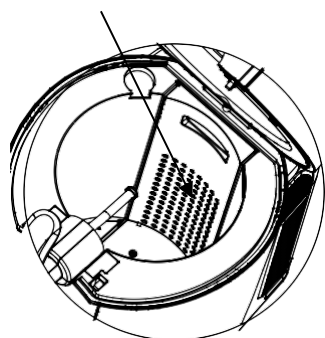

Figura 5
5. Coloque 800 mL de agua en la cavidad de enfriamiento o vierta agua hasta la marca máxima (como se muestra en la Figura 5). (El aparato puede trabajar sin agua, pero no mostraría el mejor rendimiento)